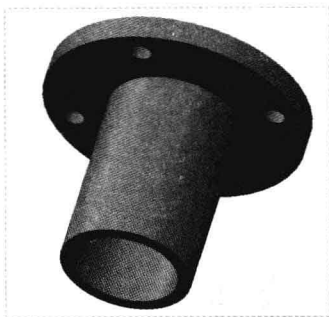

图 8-71 图形文件
Step 01 按【Ctrl+O】组合键，打开图形文件，如图 8-71 所示。